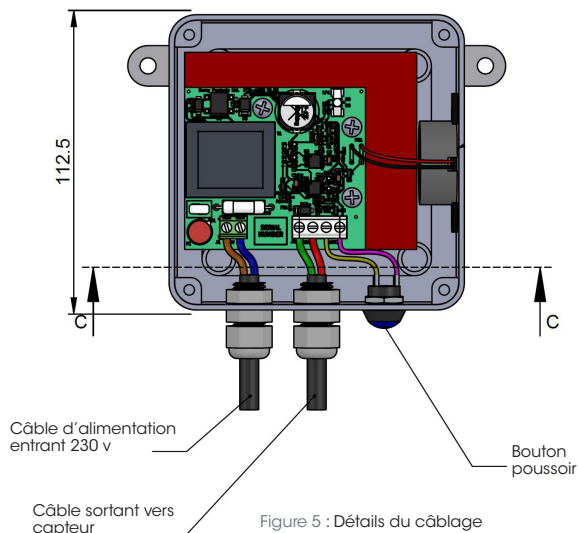

Figure 5 : Détails du câblage
5. Raccorder un câble d'alimentation de 230 V C.A. $\pm 10\%$, 50/60Hz à J1 sur la carte imprimée à l'intérieur du boîtier, Figure 5 : Détails du câblage